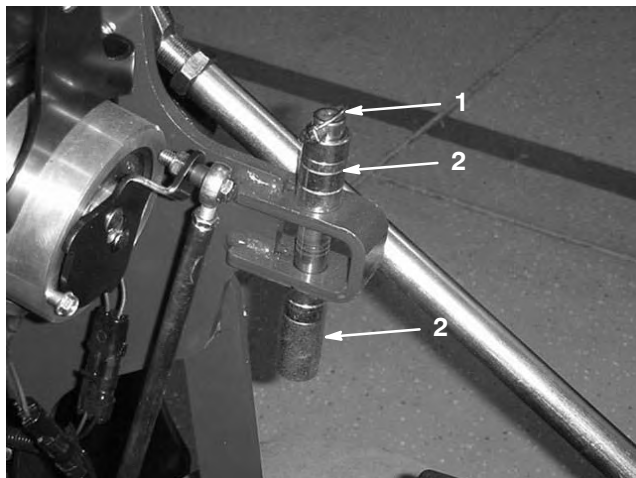

Figure 29
1. Retirez la goupille qui retient les entretoises et les goupilles de profondeur (Fig. 29).